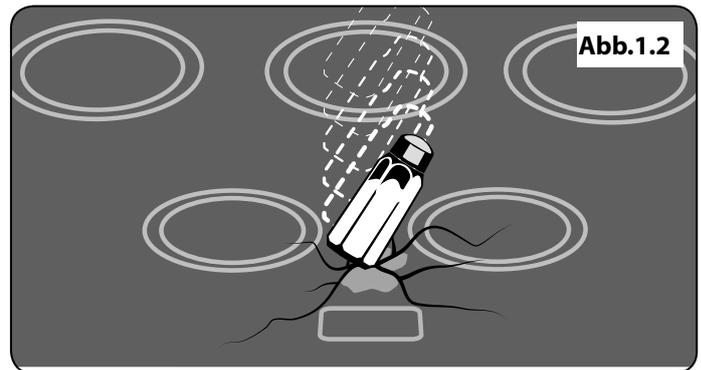

Abb.1.2
- Stellen Sie keine schweren Gegenstände auf dem Kochfeld ab. Obwohl die Keramikoberfläche sehr kräftig ist, kann ein heftiger Stoß oder ein scharfer, fallender Gegenstand (z. B. ein Salzstreuer) zu einem Riss oder Bruch der Oberfläche führen (**Abb.1.2**).